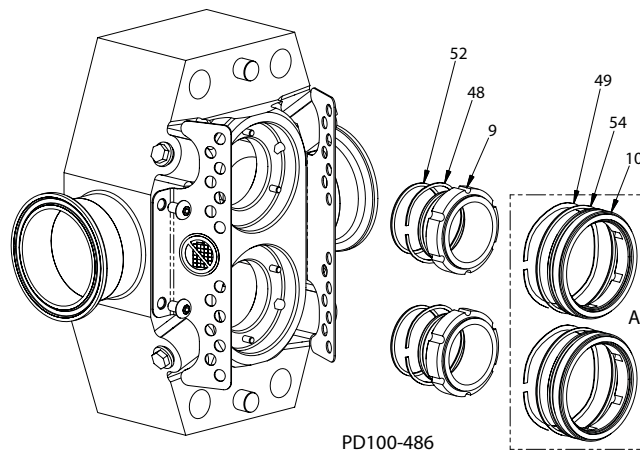

Figura 35 - Extraiga los sellos
3. Extraiga el sello interior (Figura 35, renglón 9) y el resorte de ondulación (elemento 48). Extraiga el anillo O (elemento 52) del sello interior e inspecciónelo. Reemplace según sea necesario.
4. En las bombas dotadas de sellos mecánicos dobles (Figura 35, recuadro A), extraiga el sello exterior (elemento 10) y el resorte de ondulación (elemento 49). Extraiga el anillo O (elemento 54) del sello exterior e inspecciónelo. Reemplace según sea necesario.